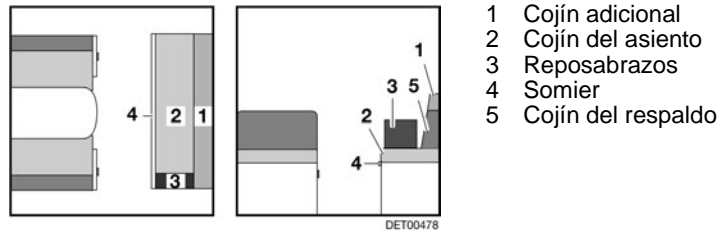

Fig. 108 Antes de la transformación
- Quitar los reposabrazos (Fig. 108,3) del banco longitudinal y ponerlos a un lado.